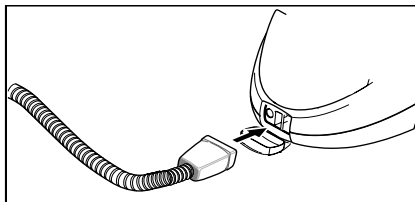

Ilustración 2
- Empalme el conector de vapor (C6) en la toma de vapor del aparato (A1). Los dispositivos de bloqueo del conector de vapor deben encajar en la tapa de la toma de vapor del aparato (véase la fig.2).
- Meta los tubos de prolongación en los depósitos grandes para accesorios (ver ilustración 2).